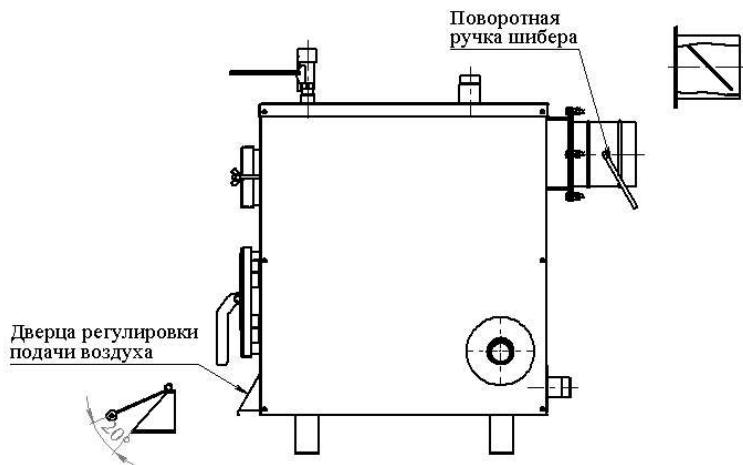

Рисунок 6 - Положение шибера и дверки регулировки подачи воздуха после растопки
- прикрыть ручку шибера на  $60^\circ$  (см. рис.6), чтобы через воздушный зазор дверцы подачи воздуха не выходил дым. Если дым выделяется, заслонку шибера приоткрыть до исчезновения дыма.